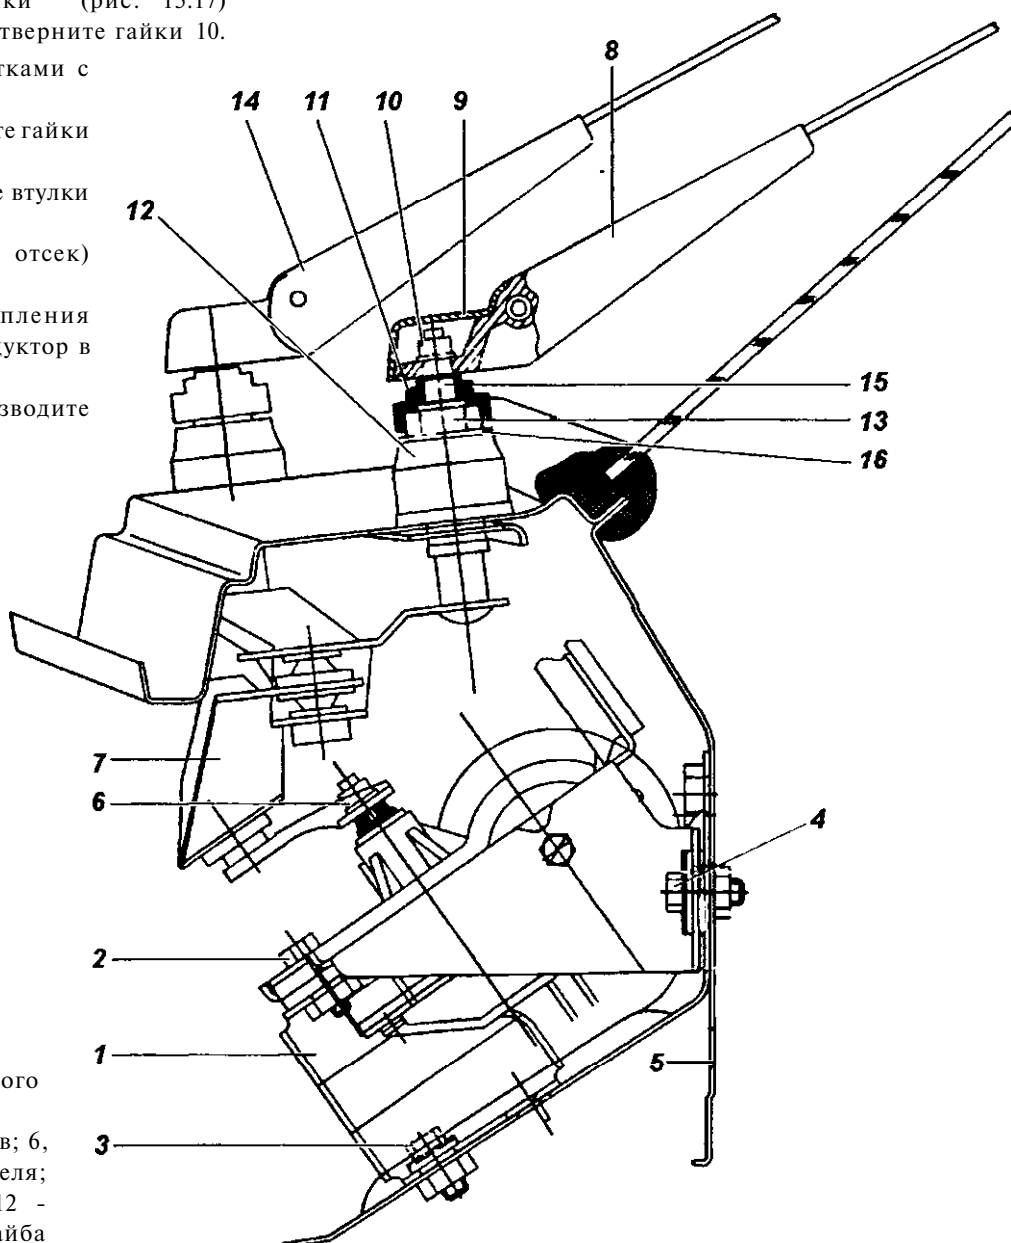

Рис. 15.17. Стеклоочиститель ветрового окна:
2. Поднимите защитные колпачки (рис. 15.17) рычагов 8 и 14 стеклоочистителей и отверните гайки 10.